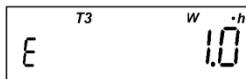

Рисунок 4.8
- количество потребленной активной энергии (отображаются мнемоникой "W·h") (рисунок 4.8):